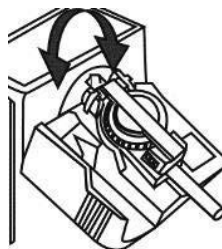

fig. 5
12. Basculez la bride d'un côté à l'autre tout en appliquant une légère pression soutenue (fig. 5).